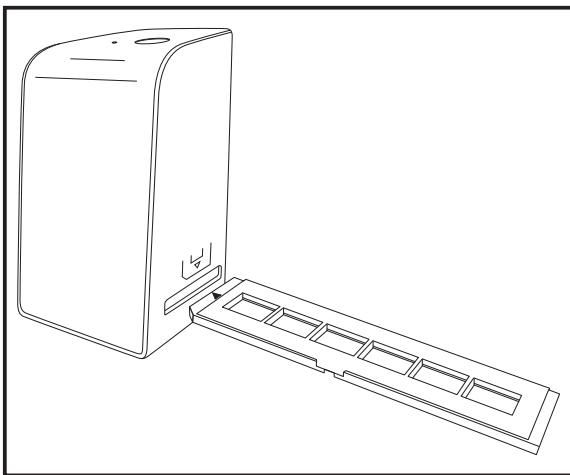

Figura 1
- ◆ A continuación, inserte el soporte de negativos 5 con la marca triangular hacia delante y visible en la ranura 4 derecha (consulte la figura 1).